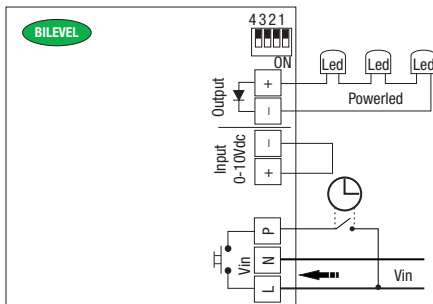

Fig. 5 - RN9160
**D - Funzione Detector** - Fig. 5 - Questa funzione permette tramite comando su ingresso pulsante (ad esempio rilevatore di presenza) di ottenere: luce massima contatto chiuso, dopo 60 secondi dall'apertura del contatto la luce si porterà automaticamente al 10%; trascorsi 10 minuti senza ulteriori comandi dal rilevatore la luce si spegnerà automaticamente (Es. B) - (RN9160)
**D - Detector function** - Fig. 5 - by means of the control located on the input of the button (e.g. movement detector), this function allows the user to obtain: closed contact maximum light; after 60 sec. from the opening of the contact, light shall automatically move to 10%; after 10 min without no further commands from the detector, the light shall automatically turn off (Ex. B) - (RN9160).